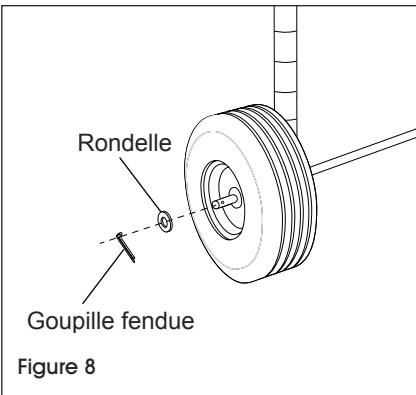

Figure 8
4. Glissez une autre rondelle sur l'essieu. Insérez la goupille fendue dans l'essieu. Repliez la goupille fendue à l'aide d'une pince afin de la fixer en place. (Voir Figure 8)